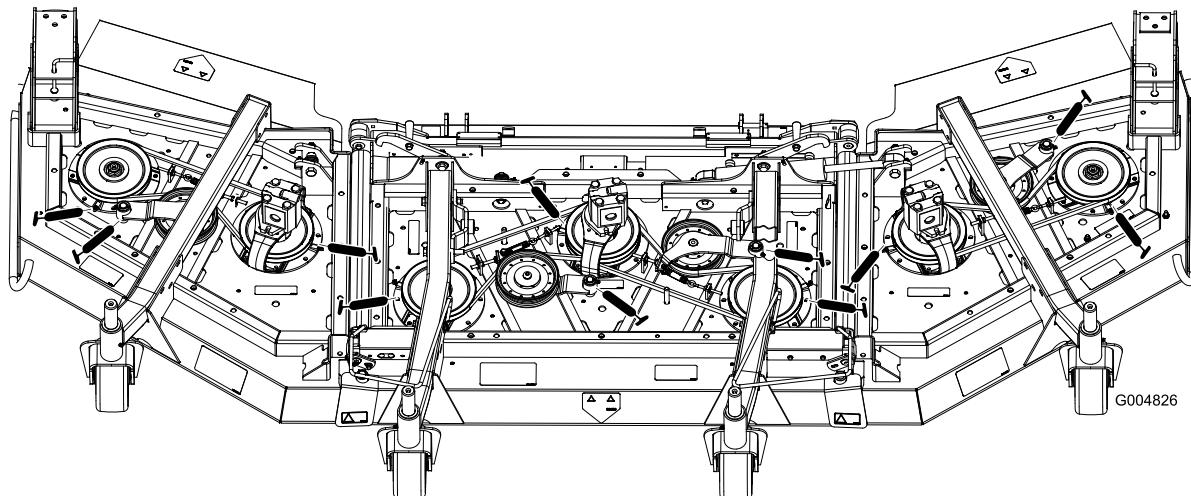

Bild 66
- Spindelwellenlager (3) (unter der Riemscheibe) (Bild 66)
- Spannarm-Drehbüchsen (2) (Bild 66)